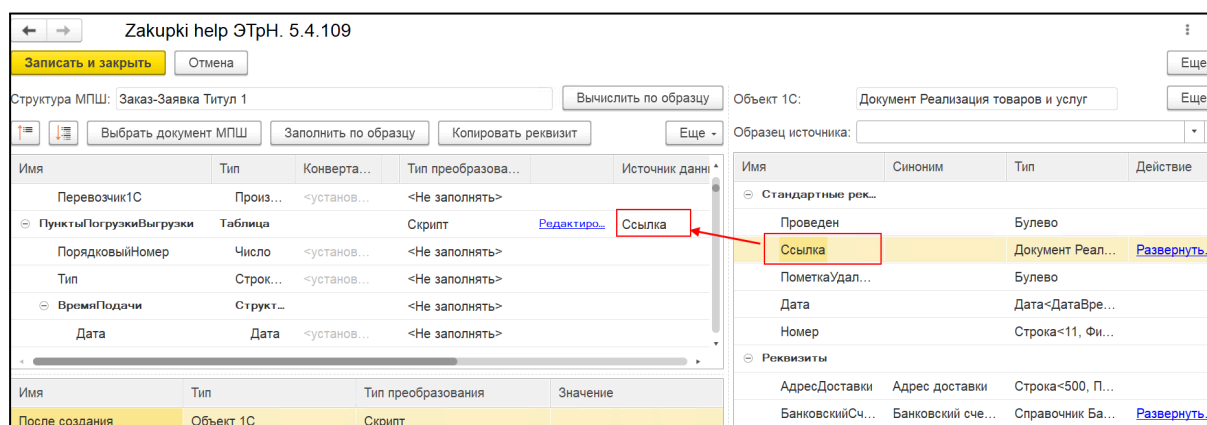

Рис. 23. Заполнение источника данных для «ПунктыПогрузкиВыгрузки»
2. Перетащите из правой части из раздела «Стандартные реквизиты» на поле «Редактировать скрипт» значение «Ссылка» (рис. 23).